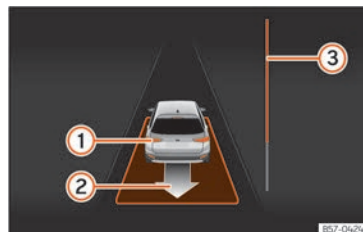

Fig. 207 No ecrã do painel de instrumentos: sair do estacionamento de um lugar em linha.
progresso »» Fig. 207 ③ indica a distância a percorrer »» Página 307.